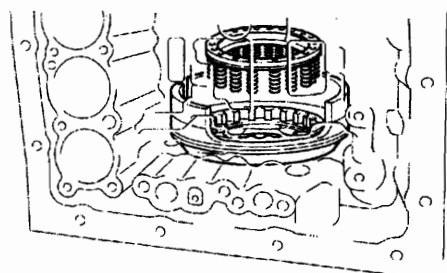

图 12-1-73
②如图 12-1-73 所示, 将活塞回位弹簧放到 4 号制动活塞上。